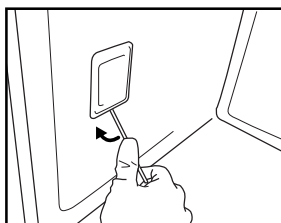

Fig. 7
3. Duw het beschermkapje met een platte schroevendraaier naar buiten en verwijder het (fig. 7)